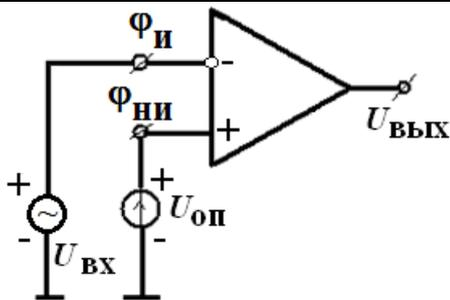

Рис. 10
10. Определить, через какое время переключится компаратор на рис. 10, если известно, что на его инвертирующий вход подается опорное напряжение  $2 \text{ В}$ , а на неинвертирующем входе напряжение линейно нарастает от нуля по закону  $u(t) = 5000 \cdot t$ . Какого знака было напряжение на выходе компаратора изначально и с каким знаком оно стало после переключения?